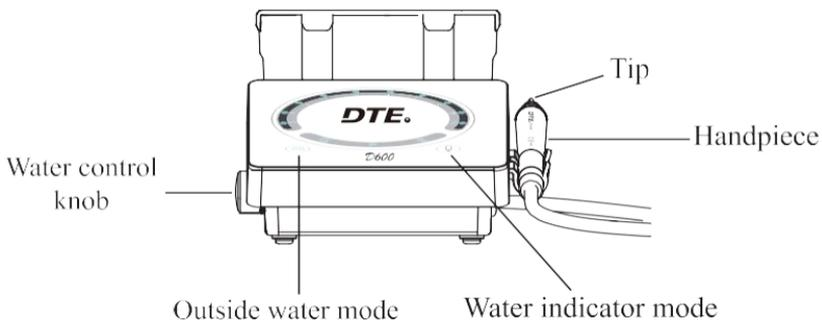

Imagen 1
2.1.2 Gire la perilla de control de agua al máximo de acuerdo con la dirección de la imagen 1, no la apriete demasiado en caso de daños. [nota 1]